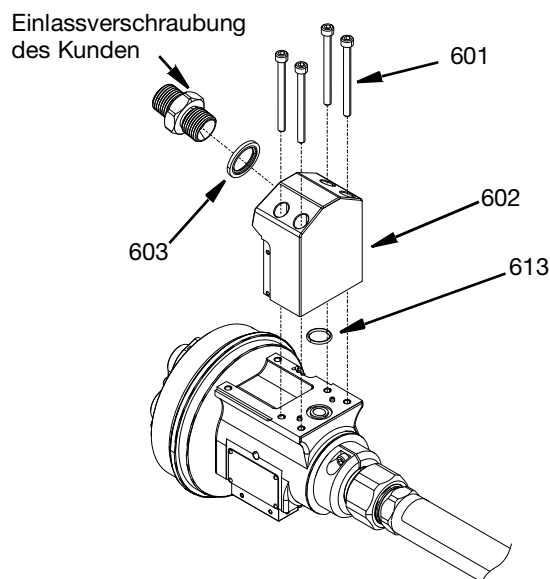

ABB. 14
- Entfernen Sie die vom Kunden gelieferte Einlassverschraubung und die 1/2-Zoll-BSP-Scheibendichtung (603).
- Nehmen Sie den Edelstahl-Einzelanschlussadapter (602) ab, indem Sie die vier M5 Innensechskant-Schrauben (601) mit einem Sechskantschlüssel entfernen.
- Den Viton-O-Ring (613) der Packung entsorgen und beim Wiederaufbau durch einen neuen ersetzen. Siehe ABB. 14.